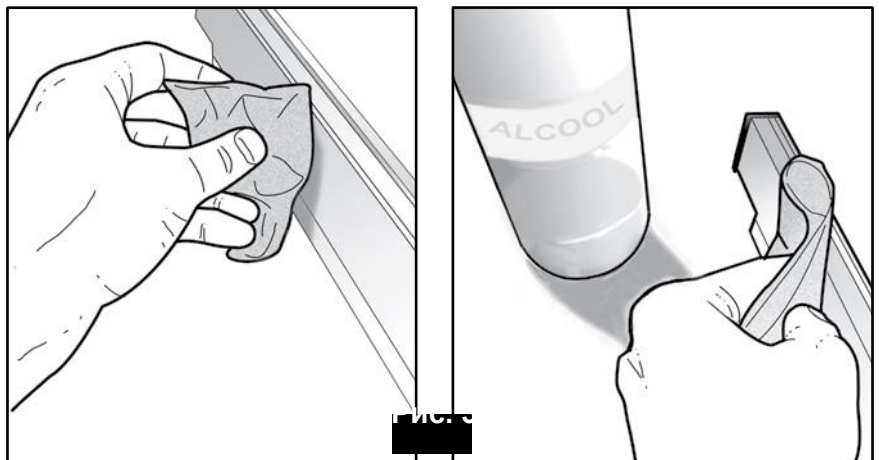

Рис. 3
- 3) Тщательно очистите алюминиевую запаечную перекладину куском ткани, смоченной в спирте (Рис. 3).